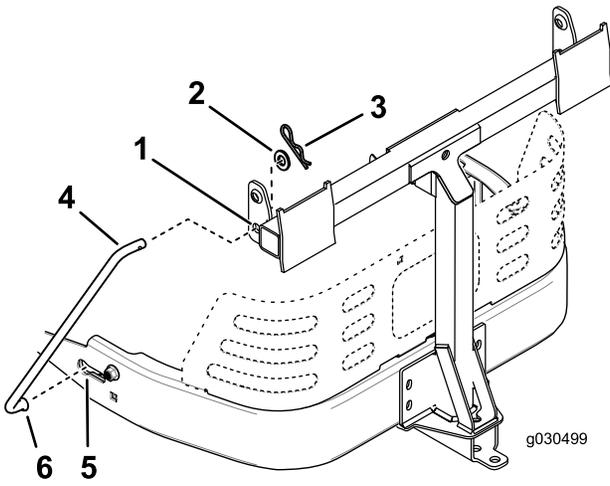

Figura 9
4. Instale el extremo doblado y abocinado de una varilla en la ranura en forme de bocallave del lado izquierdo del bastidor de la máquina, y mueva la varilla hacia atrás para encajarla en el bastidor (Figura 9).
5. Introduzca los extremos doblados de la varilla en la placa de enganche, según se indica en Figura 9, y sujete el extremo de cada varilla con una arandela y una chaveta.